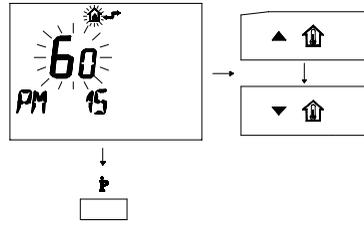

fig. 5.27
- 4 Modificare il SET programmato agendo sui pulsanti \blacktriangle \uparrow o \blacktriangledown \downarrow fino a visualizzare un set di 60, aspettare che il numero programmato cominci a lampeggiare fig. 5.27